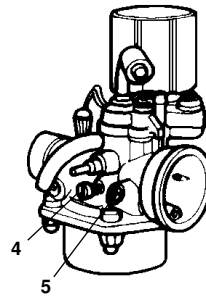

Fig. 41
- Über die Leerlauf-Einstellschraube (4 - Fig. 41) die Leerlaufdrehzahl auf einen Wert von ungefähr 1900 ± 100 U/Min einstellen.